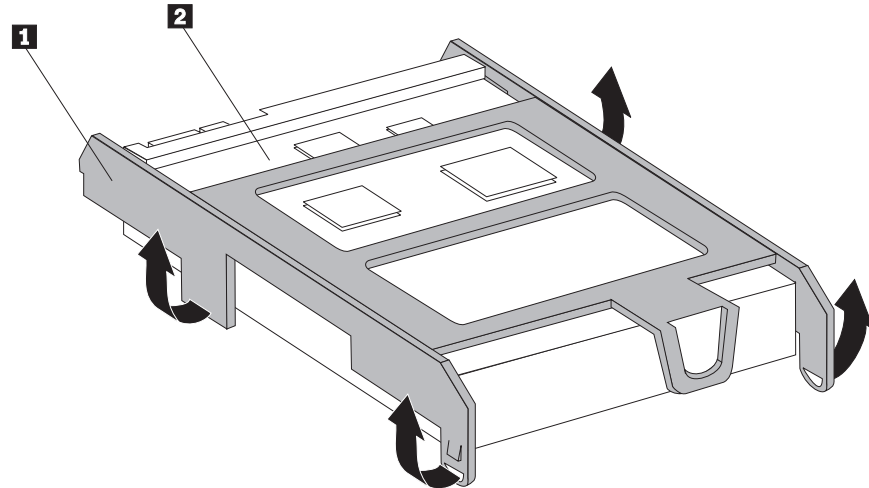

図 10. ハードディスク・ドライブのブラケットへの取り付け
7. 新しいハードディスク・ドライブをプラスチック・ブラケット **1** に取り付けるには、ブラケットを外側に開いて、ブラケットのピンをハードディスク・ドライブの穴の位置に合わせます。図 10を参照してください。ハードディスク・ドライブ底部の回路ボード **2** には、触らないでください。